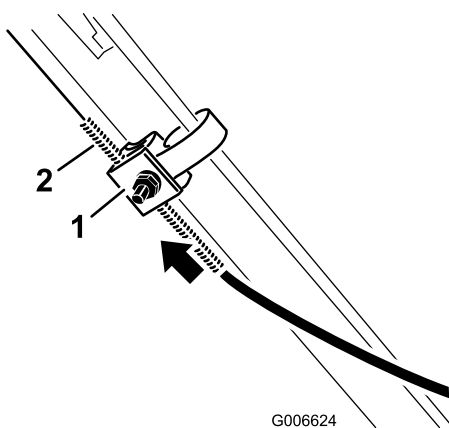

Bild 29
4. Drücken Sie den Kabelmantel nach oben (5 mm) (Bild 29).